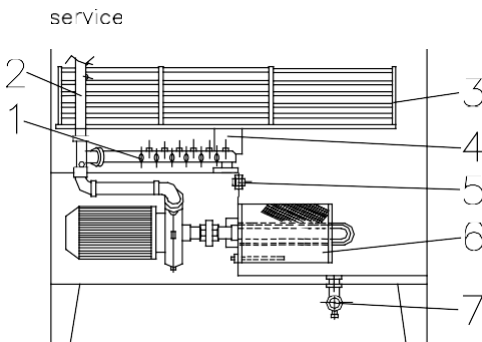

Рис. 15
- выньте фильтры насоса (**рис. 15/6**) и очистите их в случае необходимости; проверьте и очистите насадки (**рис 15/1**).
- если машина оборудована системой контроля уровня воды (**рис. 15/5**) произведите очистку датчиков.
- выньте корзину (рис. 15/3) и смажьте подшипники (рис. 15/4), используя подходящую водоотталкивающую смазку (напр. POLYMER 400)
- отвинтите и снимите трубки (рис. 15/2) для очистки
- снимите фильтр (рис. 15/6) и поместите его под струю чистой воды